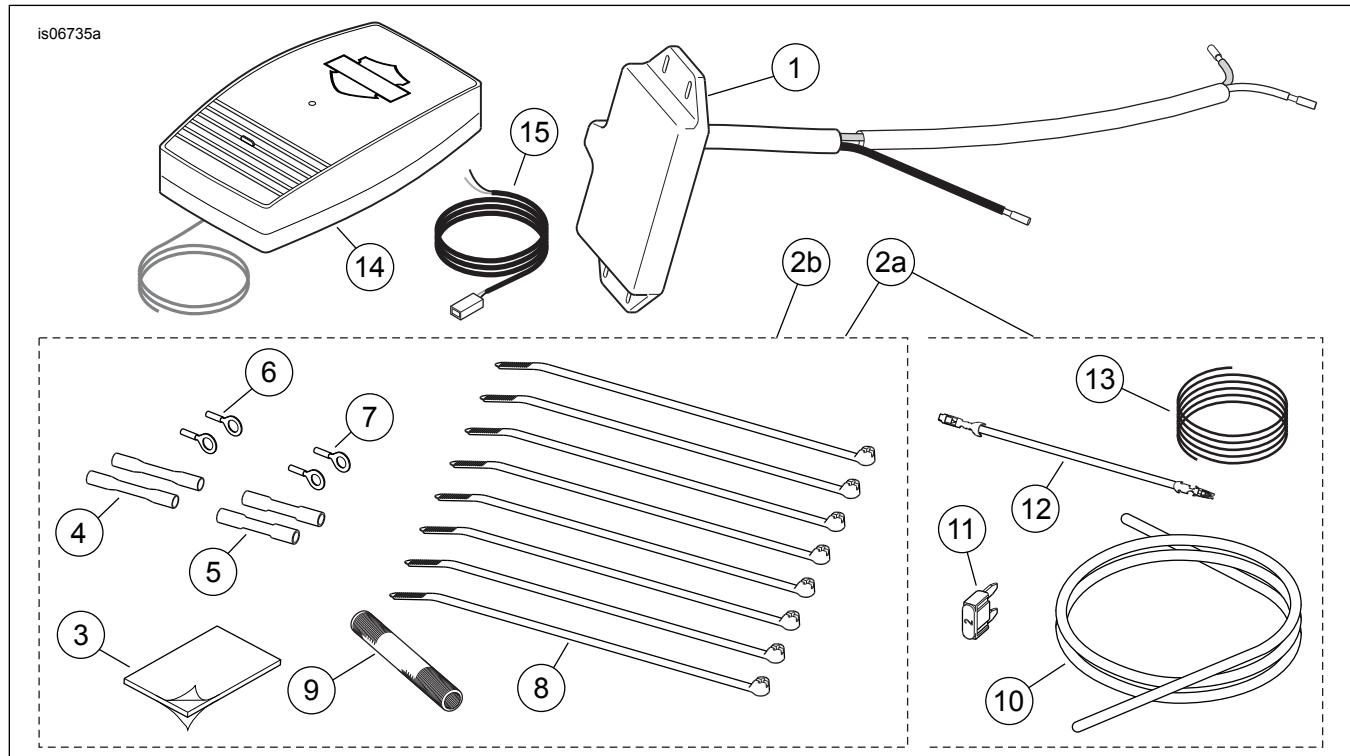

Figura 34. Kitts tar-Remote Control tal-Apparat li Jiftaħ il-Bieb tal-Garaxx
- Ara Figura 22 . Il-konfigurazzjoni tal-ispliċe “tnejn f'wieħed”. Gib il-konnetturi tal-ispliċe issiġillat **aħmar** (ara Figura 34 , Oġgett 4) mill-kitt. Għaqqad il-lead tal-enerġija tal-harness tal-wajer tal-apparat li jiftaħ il-bieb tal-garaxx mal-wajers tal-harness principali oranġjo/bojod skont l-appendiċi tal-manwal tas-servizz.
- Ara Figura 22. Il-konfigurazzjoni tal-konnessjoni "wieħed f-wieħed". Gib il-konnettur tal-ispliċe issigillat blu (ara Figura 34, Oġġett 5) mill-kitt. Qabbar il-wajer tat-trasmettitur l-abjad mal-wajers l-bojod tal-fanal prinċipali.
- Daħħal il-conduit tal-wajer minsuġ (9) mill-kitt għal fuq il-wajers il-bojod tat-trasmettitur.
- Ara Figura 22 . Il-konfigurazzjoni tal-konnessjoni “wieħed f-wieħed”. Gib il-konnettur tal-isplice issigillat **blu** (ara Figura 34 , Oġgett 5) mill-kitt. Qabbar il-wajer tat-trasmettitur l-abjad mal-wajers l-bojod tal-fanal principali.
- Ara Figura 34 . Daħħal il-conduit tal-wajer minsuġ (9) mill-kitt għal fuq il-wajers il-bojod tat-trasmettitur.
- Ara Figura 22 . Il-konfigurazzjoni tal-konnessjoni “wieħed f-wieħed”. Gib il-konnettur tal-isplice issigillat blu (ara Figura 34 , Oġgett 5) mill-kitt. Qabbar il-wajer tat-trasmettitur l-abjad mal-wajers blu/bojod tal-fanal principali.
- Daħħal l-conduit tal-wajer minsuġ għal fuq l-konnessjoni “wieħed f-wieħed”. Gib il-konnettur tal-isplice issigillat blu (ara Figura 34 , Oġgett 5) mill-kitt. Qabbar il-wajer tat-trasmettitur l-abjad mal-wajers l-bojod tal-fanal principali.
- Ara Figura 22 . Il-konfigurazzjoni tal-konnessjoni “wieħed f-wieħed”. Gib il-konnettur tal-isplice issigillat blu (ara Figura 34 , Oġgett 5) mill-kitt. Qabbar il-wajer tat-trasmettitur l-abjad mal-wajers l-bojod tal-fanal principali.